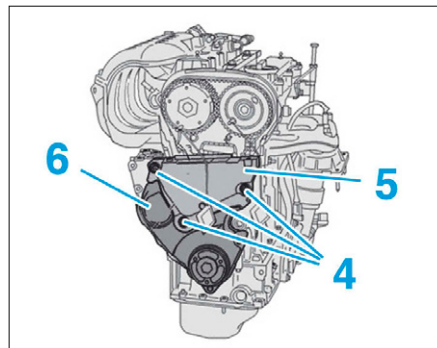

FIG. 4
- les vis (4) et extraire la partie inférieure du support moteur droit (5) (Fig.4).
- le carter inférieur de distribution (6).